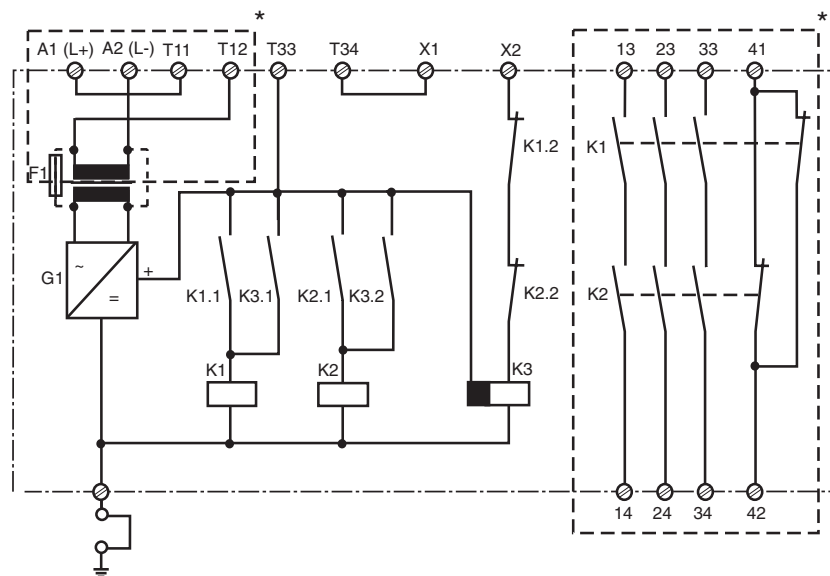

Fig. 1: Schematisches Schaltbild/Wiring diagram/Schéma interne
- Eine lösbare Verbindung zwischen Gerät und Betriebserde ist erforderlich (siehe Fig. 1).
- **A detachable connection is required bet-ween unit and system earth (see Fig. 1).**
- **Une liaison amovible est exigée entre le relais et la terre (voir fig.1)**